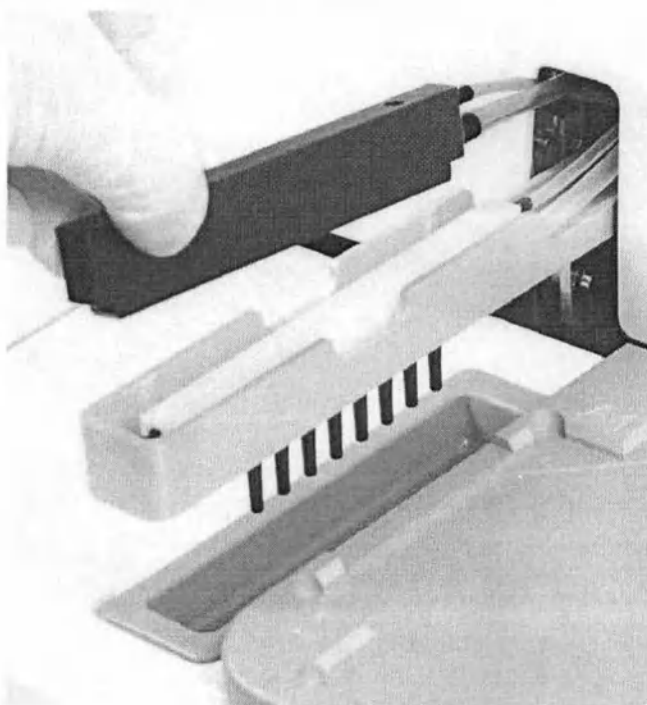

Рисунок 3-14. Установка заглушки моющей головки в левую часть держателя
4. Убедитесь, что моющие головки установлены в правильном порядке (Рисунок 3-14).